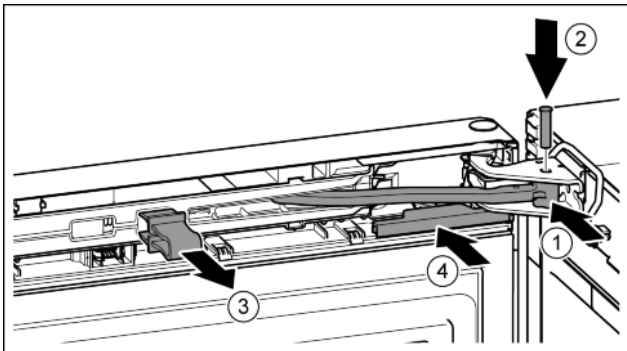

Fig. 24
- ▶ Gelenk in Lagerbock drehen. Fig. 24 (1)
- ▶ Bolzen in Lagerbock und Gelenk einsetzen. Dabei darauf achten, dass der Rastnocken korrekt in der Nut sitzt. Fig. 24 (2)
- ▶ Sicherung abnehmen. Fig. 24 (3)
- ▶ Abdeckung aufschieben. Fig. 24 (4)